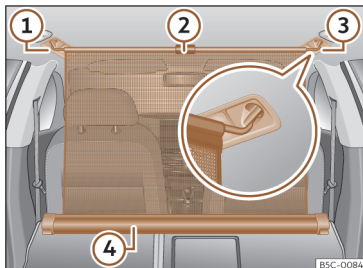

Fig. 135 Na bagageira: rede de separação fixa com os encostos do banco traseiro rebatidos.
- Puxe a aba para cima >>> **Fig. 135 ②** para tirar a rede da carcaça >>> **Fig. 135 ④**.
- Prender a rede de separação do lado esquerdo ou direito >>> **Fig. 135 ③** (imagem ampliada).
- Prender a rede de separação no alojamento do outro lado >>> **Fig. 135 ①** puxando a barra.
A rede de separação está montada corretamente quando as extremidades em forma de T estão fixas com firmeza nos alojamentos correspondentes >>> **Fig. 135 ③ e ①**.
- Enrole a rede na carcaça >>> **Fig. 135 ④** baixando-a manualmente.